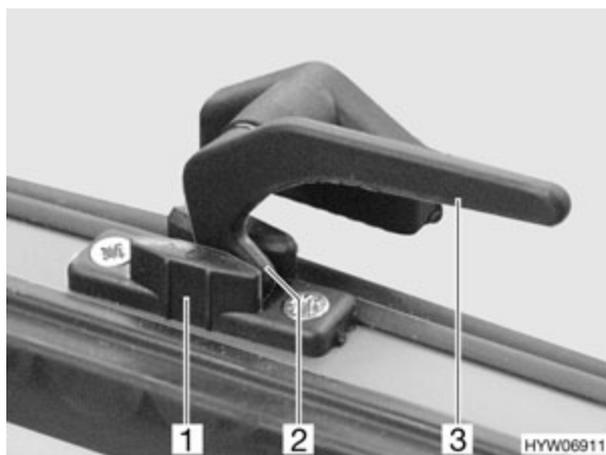

Fig. 36 Fenêtre projetante sur la position "Aération permanente" (variante 1)
- Aération permanente (Fig. 36)
- Ouvrir le levier de verrouillage (Fig. 36,3) de la fenêtre projetante.
- Remettre le levier de verrouillage en position initiale. Le tenon de verrouillage (Fig. 36,2) doit pénétrer alors dans le logement prévu à cet effet dans le verrouillage de fenêtre (Fig. 36,1).